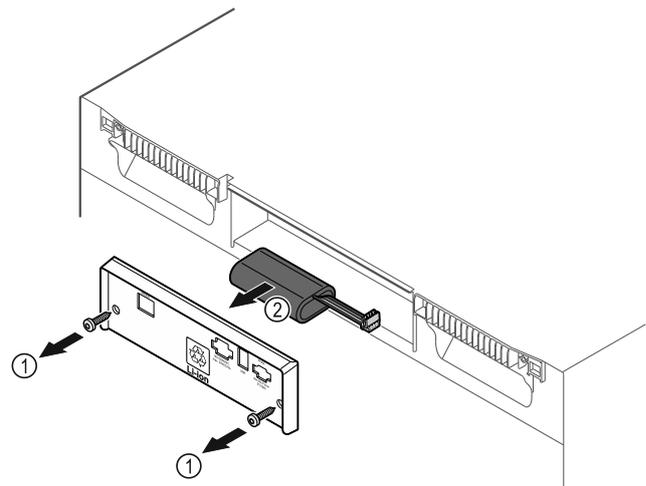

Fig. 173
- ▶ Schrauben herausdrehen und Abdeckung auf der Rückseite des Gerätes entfernen Fig. 173 (1).
- ▶ Batterie abstecken und herausnehmen Fig. 173 (2).